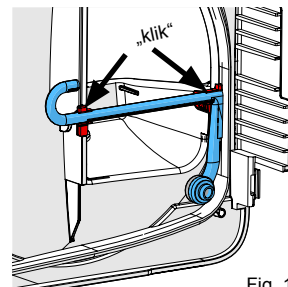

Fig. 12
- Sæt sprøjterøret i igen, tryk dertil sprøjterøret ind i begge holdere (fig. 12).